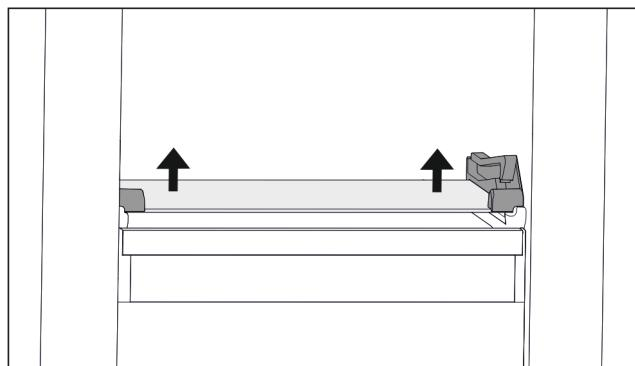

Fig. 92 Стъклена плоча на накланящото се чекмедже
- ▶ Натиснете стъклената плоча от долу нагоре от двете страни. (виж Fig. 92)